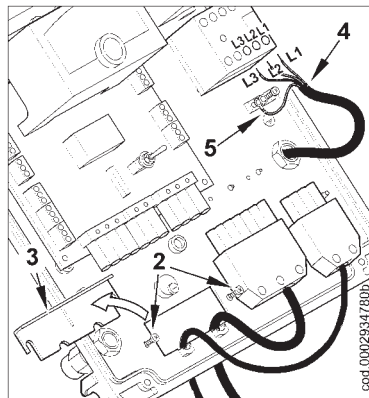

图2
2) 松开螺丝(2)， 拿开电缆压板(3)， 将7孔和4孔插头从孔中穿入，见图2。将电源